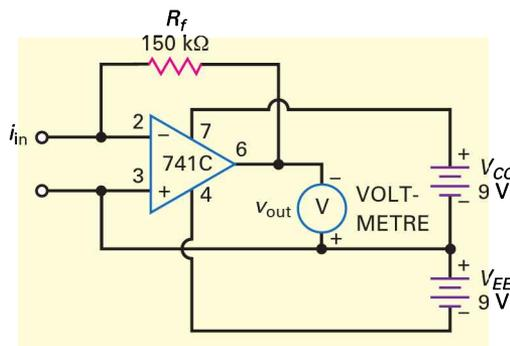

Figure 17.20
17.22 Sur la figure 17.20, un convertisseur courant-tension est utilisé pour la mesure d'un courant. Qu'indique le voltmètre quand le courant d'entrée est égal à $4 \mu\text{A}$?